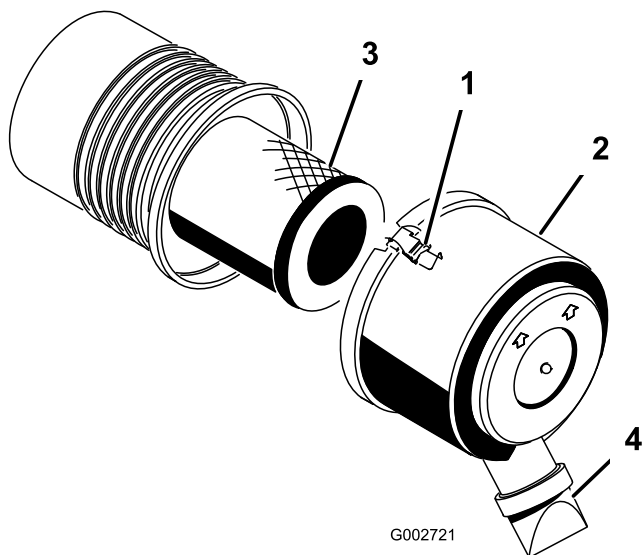

Figura 26
1. Abra los enganches que fijan la tapa del limpiador de aire a la carcasa del limpiador de aire (Figura 26).